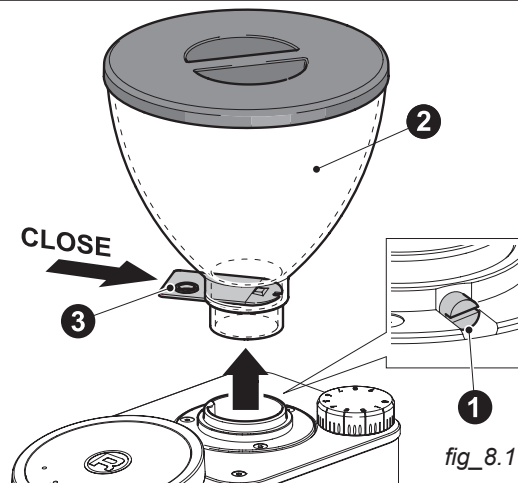

fig. 8.1
Para a limpeza interna da máquina, é necessário desaparafusar o parafuso de segurança situado no lado esquerdo (1 - fig. 8.1), e remover a tregonha (2).
Certificar-se, antes de remover a tregonha com grãos de café no seu interior, de fechar a ventoinha (3 - fig. 8.1), para evitar derrames acidentais e moer o café residual dentro da câmara de moagem.